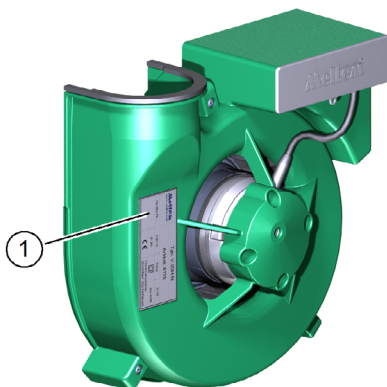

Fig. 1: Targhetta del tipo sul motore del ventilatore
La targhetta del tipo si trova sul lato anteriore del motore del ventilatore (pos. 1 nella Fig. 1).